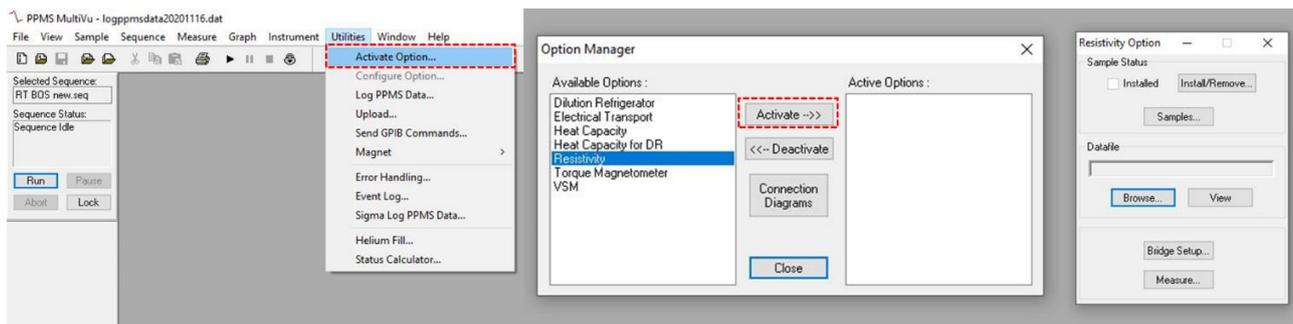

图 6.11 激活 Resistivity 选项
- 2) 如图 6.11 所示激活 ‘Resistivity’ 选项：点击 ‘Utilities’ 选项下的 ‘Activate Option’，在弹出的对话框中选择 ‘Resistivity’，然后点击 ‘Activate’，此时会弹出 Resistivity Option 对话框；